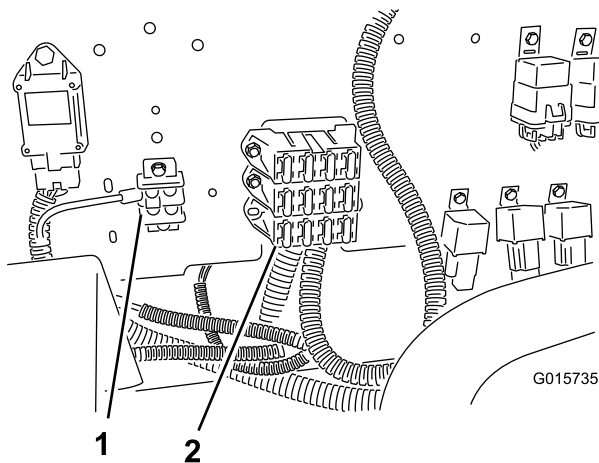

Bild 17
Sicherungsblock, der am Kabelbaum angeschlossen ist, indem Sie ihn an der Unterseite des darüberliegenden Sicherungsblocks befestigen (Bild 17).
4. Schließen Sie den Erdpol am Kabelbaum am Erdpolblock an (Bild 17).